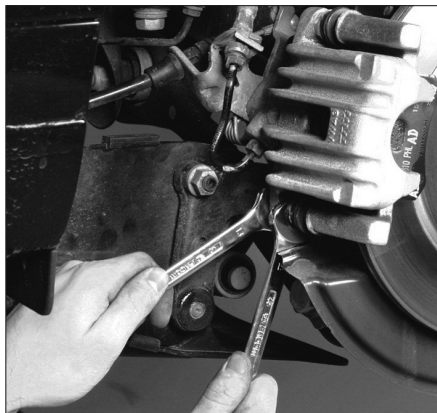

Fig. 9
- Déposer les vis de colonnettes inférieure puis supérieure tout en maintenant la colonnette par son empreinte hexagonale, à l'aide d'une seconde clé (Fig.9).